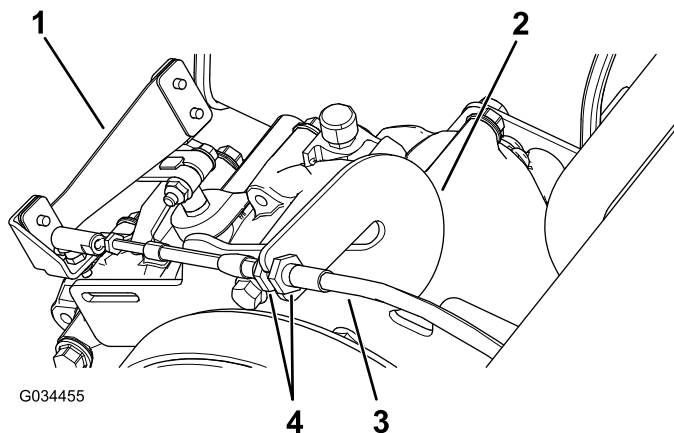

Рисунок 60
1. Ослабьте контргайки на тросе переключения передач и отрегулируйте их при необходимости (Рисунок 60).
2. Проверьте положение переключения передач, повернув рычаг переключения передач в три различных положения и проверив правильность перемещения рычага переключения передач (Рисунок 60) при их переключении; см. Рычаг и индикатор переключения передач (страница 15).